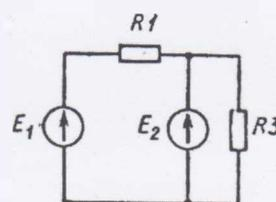

Рис. 4
5. Для электрической цепи, представленной на рис. 4, определить значения сопротивлений R_1 и R_3 , ток через резистор R_3 , внутреннее сопротивление второго источника и составить баланс мощностей, если внутреннее сопротивление первого источника 1 Ом , токи $I_1 = 2\text{ А}$, $I_2 = 1\text{ А}$, ЭДС источников $E_1 = 18\text{ В}$, $E_2 = 10\text{ В}$, мощность на первом резисторе $P_1 = 12,5\text{ Вт}$.